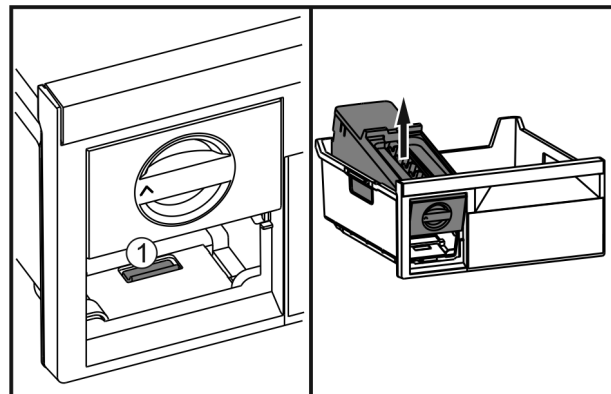

Fig. 51
- Lip Fig. 51 (1) indrukken, EasyTwist-Ice van achter optillen en uit de vrieslade nemen.